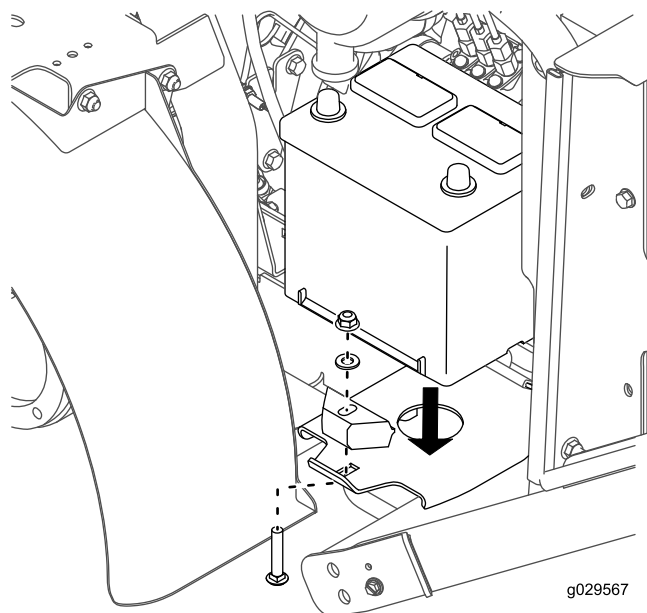

Bild 10
8. Befestigen Sie die Batterie lose mit der Schlossschraube, der Befestigungsplatte, der Scheibe und Mutter, die Sie vorher entfernt haben, an der Batterieplattform (Bild 10).